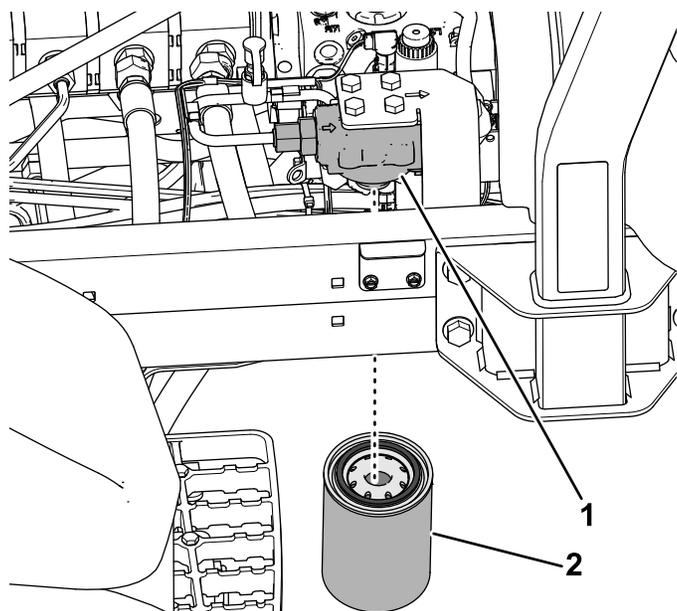

Рисунок 149
3. С левой стороны машины поставьте сливной поддон под фильтр линии нагнетания (Рисунок 149).